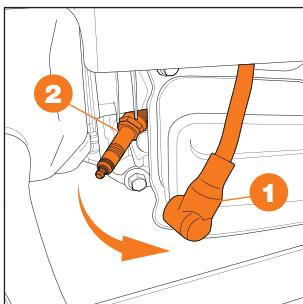

Рис. 18
- Снимите свечной колпачок ① (Рис. 18).